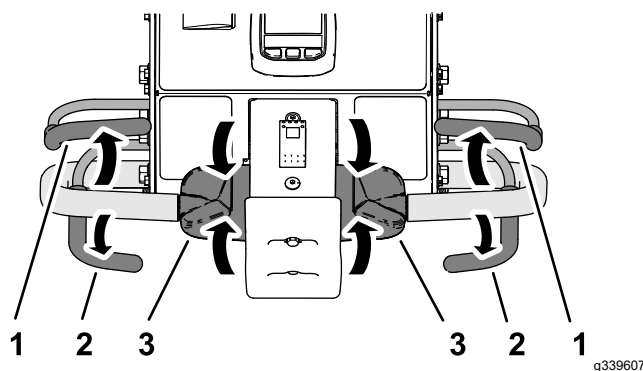

Figura 86
1. Se state effettuando l'arieggiatura, rilasciate la barra di arieggiatura (Figura 86) per sollevare la testa di carotaggio; fate riferimento a Sollevamento della testa di carotaggio (pagina 46).